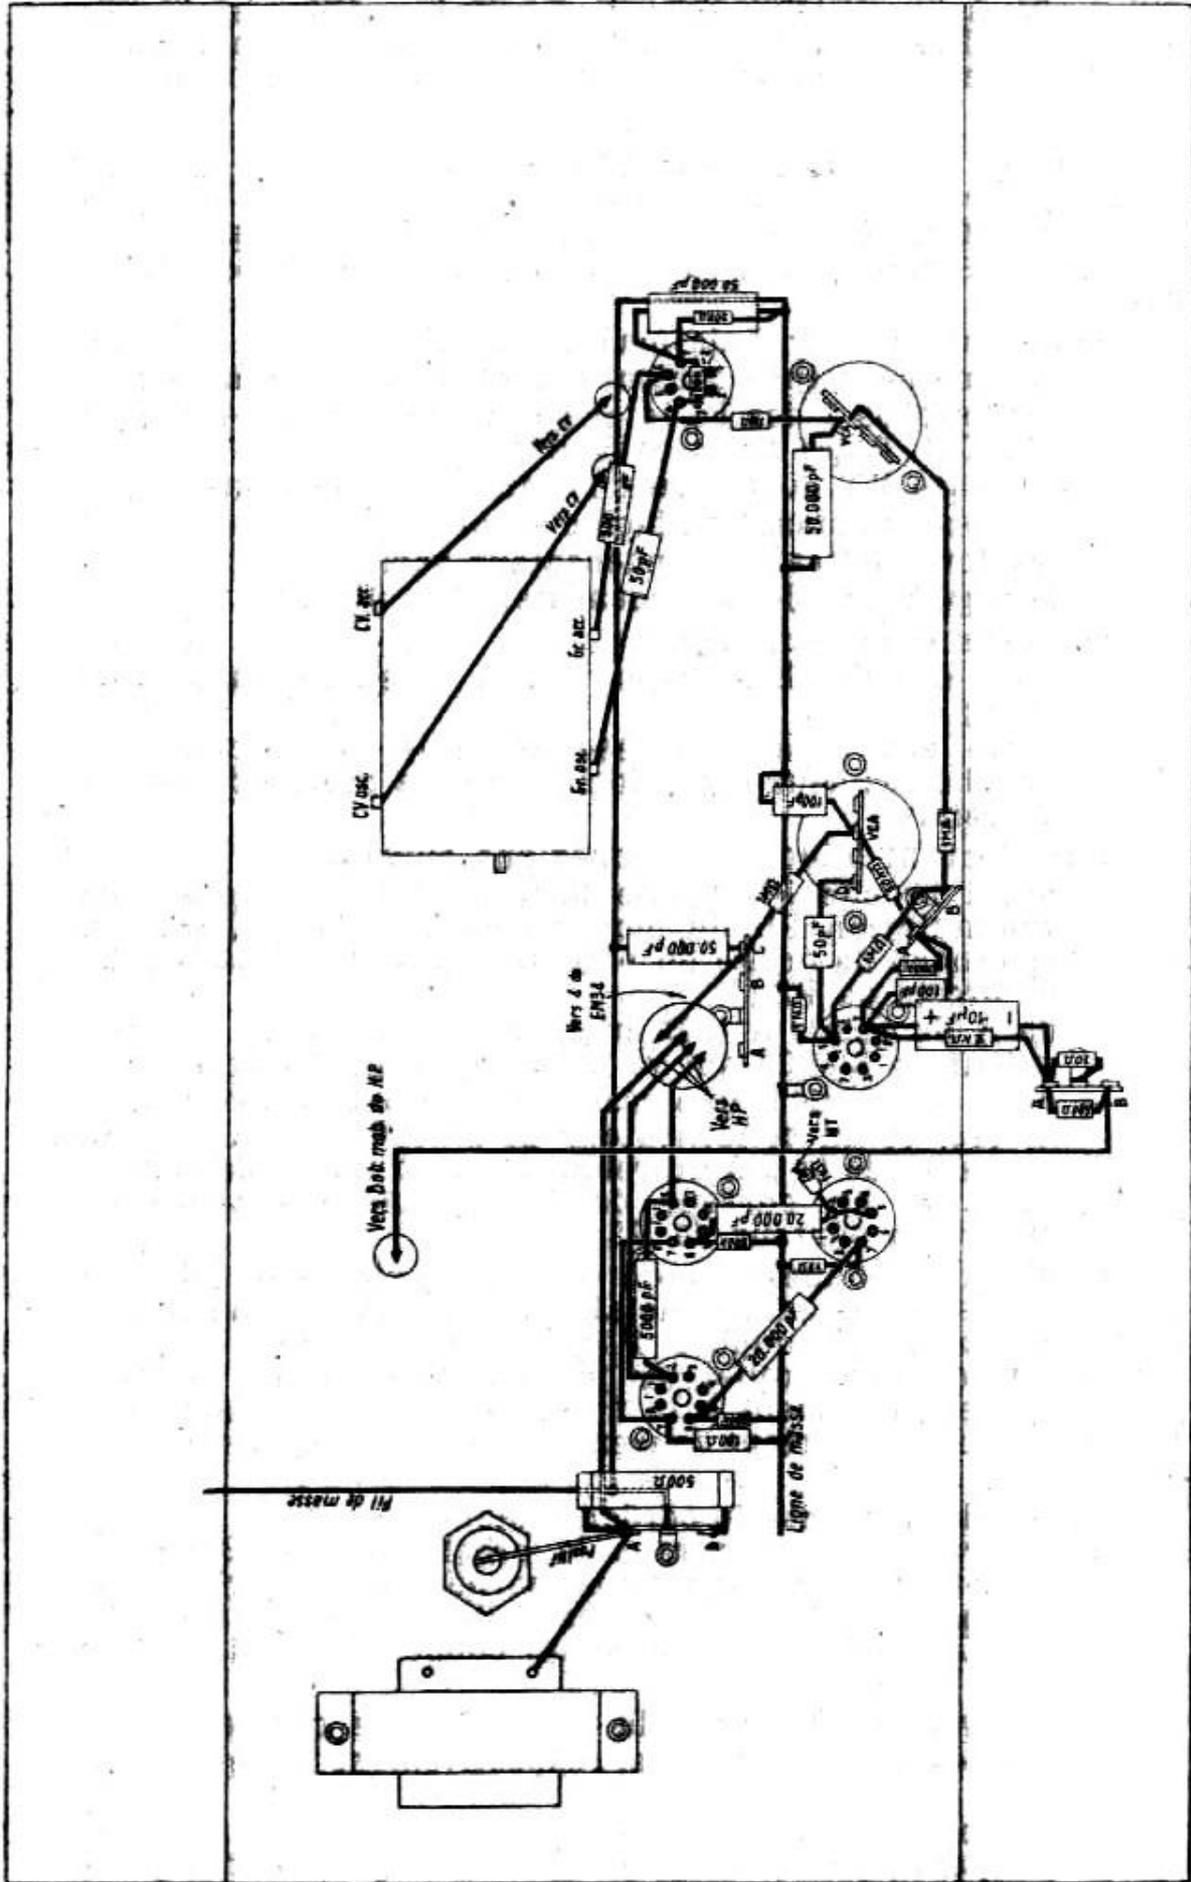

FIG. 51 — Second stage de câblage
**Second stade de câblage (fig. 51).** — De la cosse « CV accord » du bloc d'accord à la cosse des lames fixes de l'une des cages du CV. De la cosse « CV oscillateur » du bloc à la cosse des lames fixes de l'autre cage.